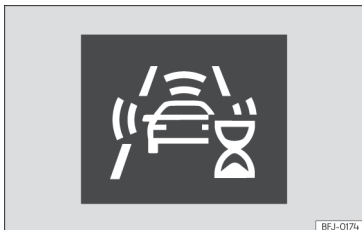

Fig. 111 Pe ecranul panoului de bord: indicarea auto-calibrării inițiale a sistemului.
- În primele momente după cuplarea contactului și pornirea de pe loc, din cauza auto-calibrării inițiale a sistemului. În această perioadă este afișată o pictogramă de stare »» **fig. 111**.